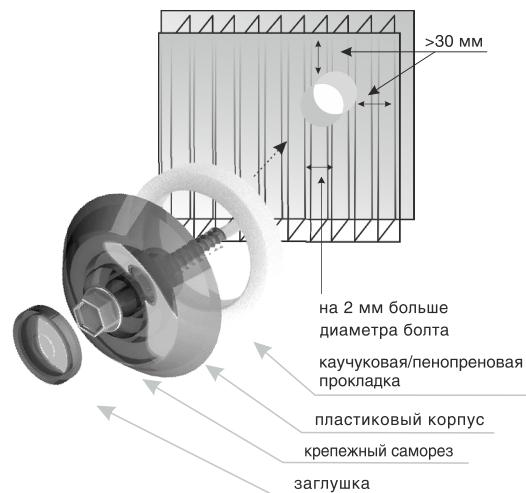

Рисунок 17. Крепление панелей с помощью термошайб.
8) Чтобы улучшить внешний вид и прочность крепления панелей, можно заменить обычные прокладки на специальные поликарбонатные термошайбы (Рис. 17). Они поставляются со специальными уплотнительными кольцами и подойдут для панели любой толщины (4, 6, 8, 10, 16, 20 или 25 мм). Различаются по длине ножки и цвету. Преимущества: термошайба предотвращает излишнюю сжатость и локальные повреждения поверхности вокруг болта, а также обеспечивает герметичность соединения. Термошайбы используются с теми же саморезами диаметром 4-5 мм.